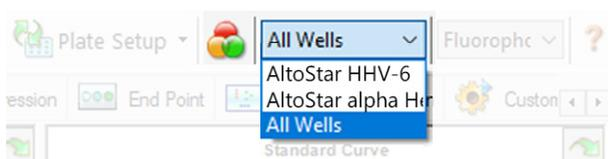

Figura 4: Botão Well Group (Grupo de Poços) e menu pendente Well Group (Grupo de Poços)
Na janela Data Analysis (Análise de Dados), certifique-se de que seleciona o **Well Group** (Grupo de Poços) do kit AltoStar® HHV-6 PCR Kit 1.5. Deste modo, clique no menu pendente **Well Group** (Grupo de Poços) junto do botão **Well Group** (Grupo de Poços) (consulte a figura 4) da barra de ferramentas. Não utilize o **Well Group** (Grupo de Poços) «All Wells» (Todos os Poços). A seleção na figura 4 é utilizada como uma vista geral de exemplo.
1. Na janela Data Analysis (Análise de Dados), certifique-se de que seleciona o **Well Group** (Grupo de Poços) do kit AltoStar® HHV-6 PCR Kit 1.5. Deste modo, clique no menu pendente **Well Group** (Grupo de Poços) junto do botão **Well Group** (Grupo de Poços) (consulte a figura 4) da barra de ferramentas.